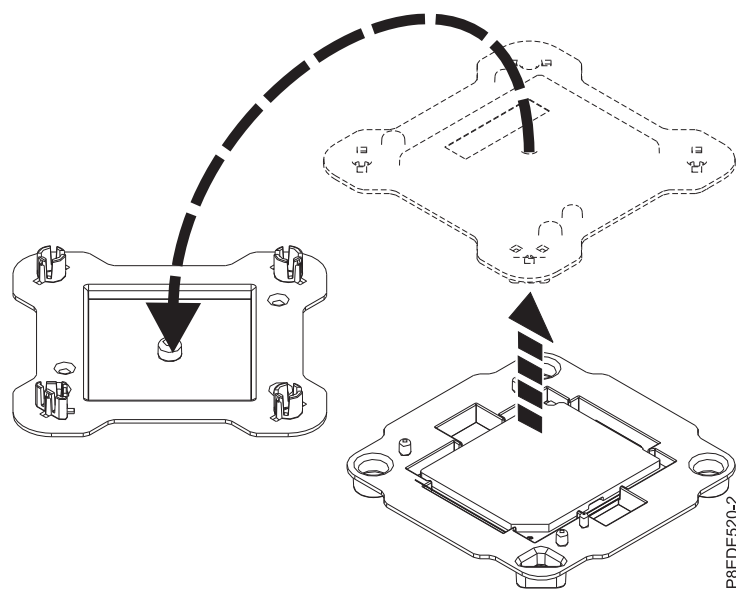

図 2. システム・プロセッサ・モジュールのパッケージを開く
3. 新しいシステム・プロセッサ・モジュールのパッケージを開き、カバーを上下逆にしてトレイの隣に置きます (図 2 を参照)。カバーは、再取り付けするシステム・プロセッサ・モジュールに使用されます。